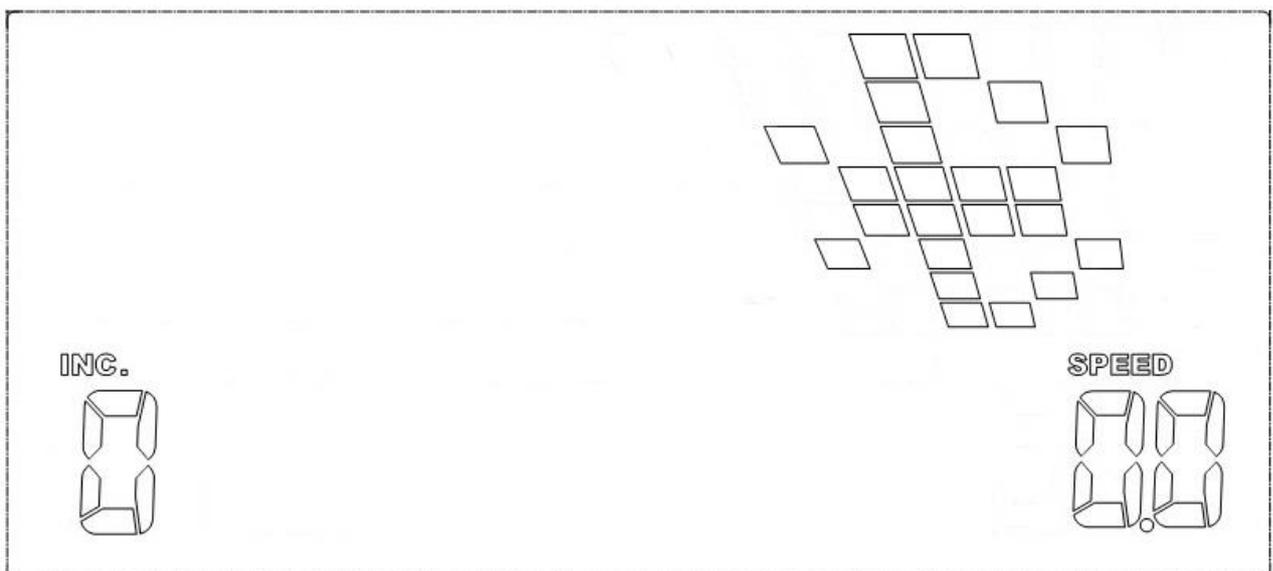

ABB. 9
2) Wenn auf dem Laufbanddisplay die in ABB. 9 gezeigte Anzeige zu sehen ist, ist es richtig verbunden. Sie können dann auf dem Laufband Trainings-Apps wie I console+, Kinomap usw. verwenden.